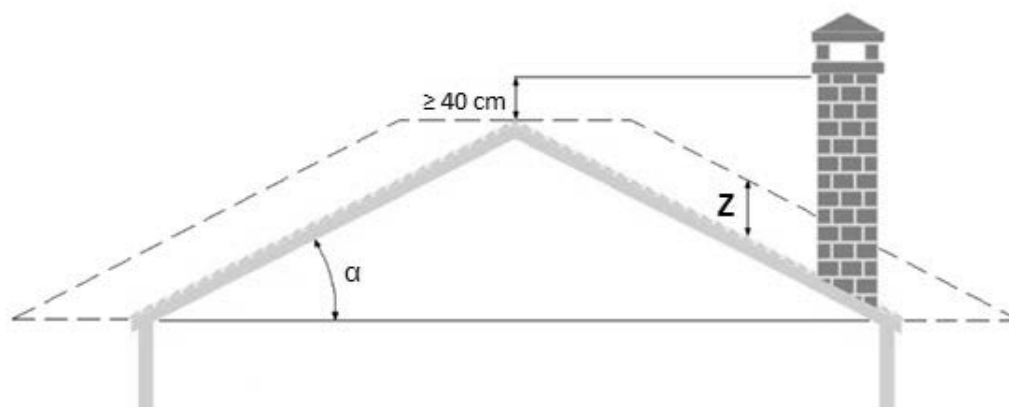

Fig. 5 - Zones de reflux
- Il faut éviter le positionnement de la sortie du terminal dans les zones de reflux (zones « z » dans la **Fig. 5**) qui varient en fonction de l'inclinaison du toit.
| LÉGENDE | Fig. 5 |